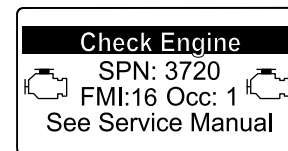

Figura 18
- Advertencia del motor SPN 3720, FMI 16 (Figura 18)